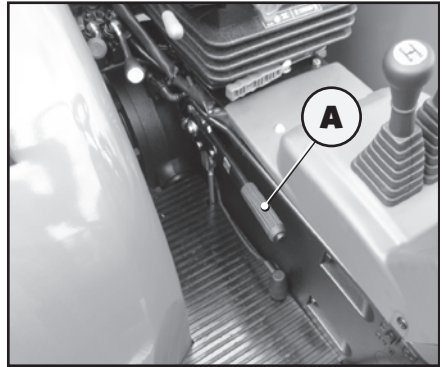

Abb. 5.1
- Kontrollieren, dass die Feststellbremse (A) gezogen ist (Abb. 5.1).